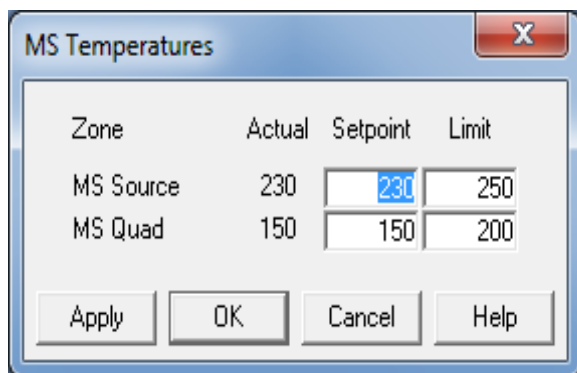

図 19 温度の設定
- 2 **【パラメータ】** メニューから **【温度】** を選択します（図 19）。